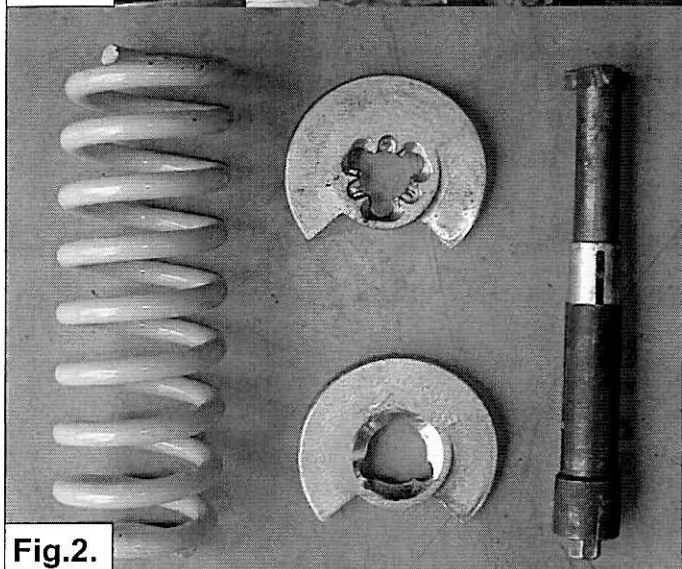

Fig.2.
5. Plaats de Mercedes veerspanners op de veer. Zorg er voor dat de schotels van de veerspanners zo ver mogelijk uit elkaar staan en dat de klem goed in de bovenste schotel haakt. Zie fig.2 en 3.